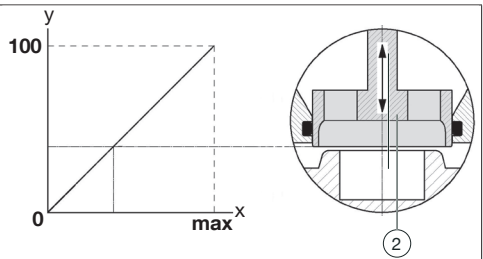

Abb. 5: Courbe de fonctionnement linéaire de l'unité de régulation
Le « Cocon QTZ » peut accueillir un actionneur chargé d'activer l'unité de régulation (2). Celle-ci présente une courbe de fonctionnement approximativement linéaire (voir Abb. 5). L'association d'actionneurs et de thermostats d'ambiance permet par exemple de réguler la température des pièces. Le débit maximal (pleine charge) est sélectionné par le préréglage de la poignée manuelle. Le fonctionnement en charge partielle est déterminé par la course de l'actionneur. L'autorité du robinet « QTZ » s'élève, dans la course du robinet actif, à 100 % (a = 1). Cette caractéristique s'applique également au fonctionnement en charge partielle en cas de régulation continue, par ex. en combinaison avec des actionneurs 0 – 10 V.